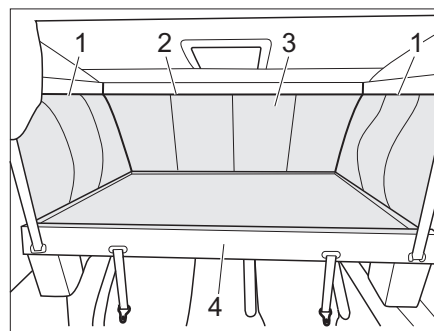

Fig. 79 Accesso alla cassetta della tenda a rullo
- Abbassare il letto basculante (Fig. 79,4) (vedi capitolo 7.15.3).
- Per sbloccare il sacco del letto basculante (Fig. 79,3), aprire le cerniere laterali (Fig. 79,1) nell'area superiore da davanti a dietro e nell'area anteriore (Fig. 79,2).
- Togliere il sacco del letto basculante (Fig. 79,3) (fissaggio con velcro).